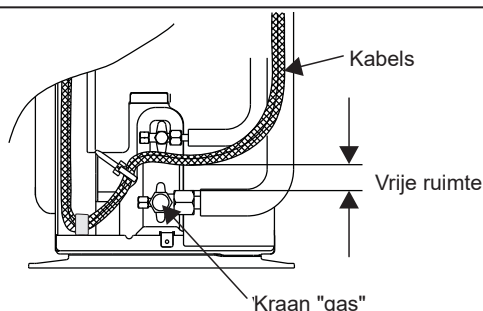

fig. 40 - Voltooiing van de verbinding van de éénfasige buitenunit
- Gebruik de montageplaat op de kabels te houden tegen de isolatieplaat (fig. 40).